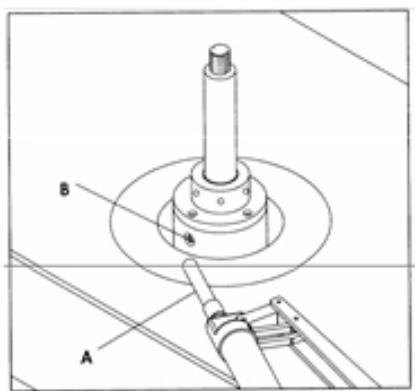

Рис. 5.1
Подшипники шпинделя нужно смазывать каждые 200 часов работы, используя поставляемый шприц (A) Рис. 5.1.
Одно отверстие для смазки (отмечено как В на рис. 5.1) находится на корпусе шпинделя. Другое отверстие находится с противоположной стороны, напротив отверстия (В). Перед смазкой тщательно очистите отверстия (В) и смажьте подшипники шпинделя путем закачивания одной из следующих смазок: